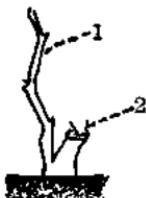

图 7
3. 半木质化^⑬嫁接 春接不活的，可在6月上、中旬进行补接。选用未接活植株的半木质化萌蘖枝作砧木（图7）。砧木的处理办法是：距地面15厘米处剪断，用芽接刀齐中心纵切一刀，深4~5厘米。接穗要